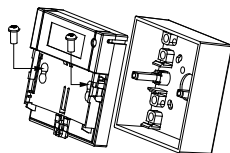

Fig. 5: Fästsruvar för front och botten
3. Skruva bort ramen med de två skruvarna som syns i Fig 5.
4. Skruva fast botten på väggen med de medföljande CS3 x 30 skruvarna (se fig. 5). **OBS:** När tillbehöret 460-009 väderbeständigt hölje används, används inte den medföljande botten delen.